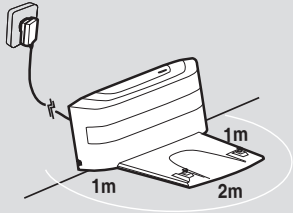

Fig. 2
Branchez l'adaptateur secteur et raccordez-le à la station de chargement. **[Fig. 2]**
3. Aucun objet ne doit se trouver à 2 m devant la station de chargement et à 1 m de chaque côté. **[Fig. 2]**